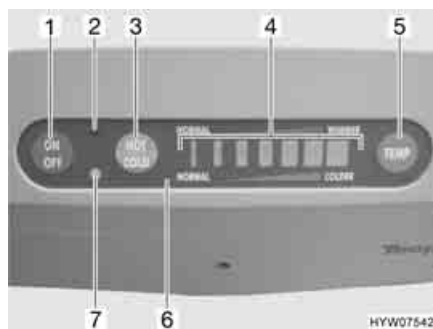

Fig. 207 Pannello di controllo del frigorifero portatile
- Premere sul pannello di controllo (Fig. 207,6) il tasto "ON/OFF" (Fig. 207,1).
Il frigorifero portatile funziona nella modalità di funzionamento selezionata per ultima e con l'intervallo di variazione della temperatura selezionato per ultimo (funzione di memoria). Nella modalità raffreddamento è accesa l'indicazione di funzionamento blu (Fig. 207,7). Nella modalità riscaldamento è accesa l'indicazione di funzionamento rossa (Fig. 207,2). Sette LED (Fig. 207,4) indicano l'intervallo di variazione della temperatura.
- Sul pannello di controllo premere il tasto "HOT/COLD" (Fig. 207,3).
- Sul pannello di controllo, premere il tasto "TEMP" (Fig. 207,5) finché viene raggiunta la variazione di temperatura desiderata.
- Premere sul pannello di controllo il tasto "ON/OFF" (Fig. 207,1).